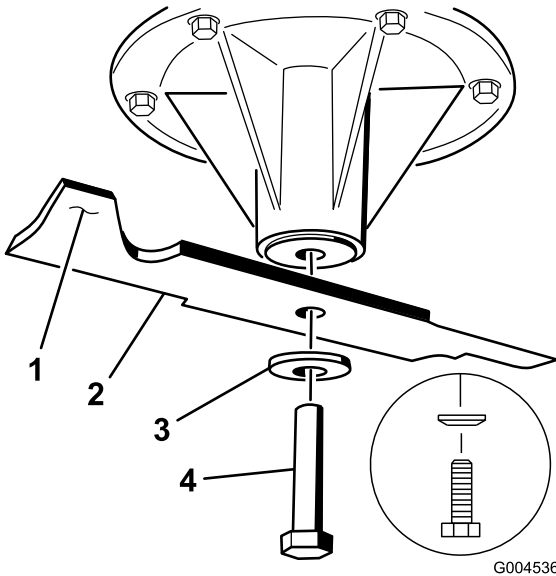

Figure 78
2. Enlevez de l'axe, le boulon, la rondelle bombée et la lame (Figure 78).
déséquilibrée, limez un peu l'extrémité de la partie relevée seulement (Figure 78). Répétez la procédure jusqu'à ce que la lame soit équilibrée.